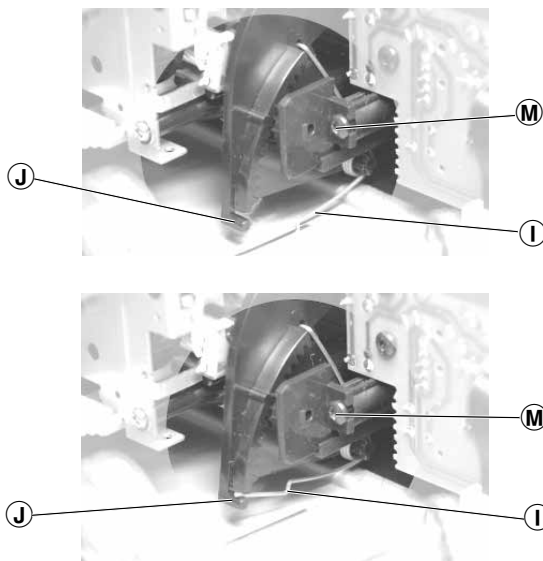

Fig. 6
- 2 Cassettendeckel-Drehfedern ① über die Zapfen ② (Fig. 6) einhängen.
- Schraube ⑥ herausdrehen (Fig. 6 und 7).
Achten Sie auf die Cassettendeckel-Drehfeder ① (Fig. 6).
- Attach the cassette lid torsion springs ① to the lugs ② (Fig. 6).
- Undo the screw ⑥ (Figs. 6 and 7).
Take care of the cassette lid torsion springs ① (Fig. 6).